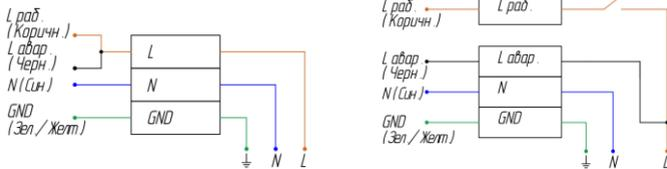

Рисунок 4 — Схема подключения аварийного светильника:
5.7.3. Если предполагается включать и выключать светильник в рабочем режиме, присоедините фазный рабочий провод (Лраб.) к клемме Лраб. через выключатель (см. рисунок 4, б). В данном случае возможно включение/отключение рабочего освещения через выключатель. В случае возникновения аварийного отключения электроэнергии светильник автоматически перейдет в аварийный режим при любом положении выключателя.